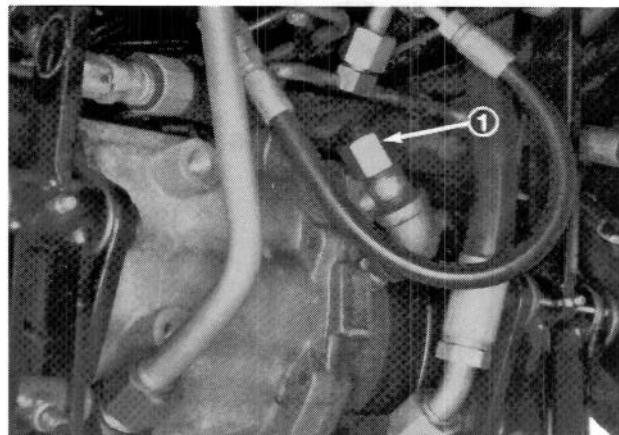

Figure 7
3. Dévisser le bouchon-jauge (Fig. 7) du goulot de remplissage et essuyer la jauge sur un chiffon propre. Revisser manuellement la jauge dans le goulot, puis la sortir et vérifier le niveau d'huile. Si l'huile est à plus de 1,2 cm au-dessous du repère de la jauge, faire l'appoint jusqu'au repère. NE PAS DEPASSER LE REPERE de plus de 1,2 cm.